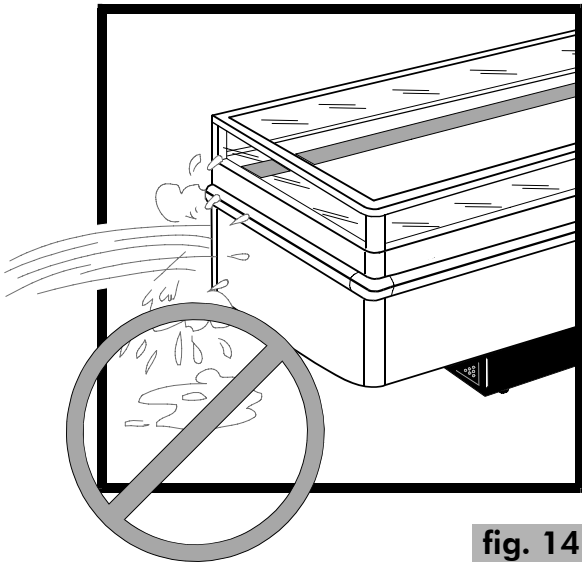

fig. 14
Non utilizzate mai getti d'acqua diretti o indiretti sul mobile (fig. 14). Non toccare l'apparecchio con mani e piedi bagnati o umidi, non usare l'apparecchio a piedi nudi (fig. 15).
1) Pulire con cadenza settimanale tutte le parti esterne del mobile utilizzando esclusivamente acqua tiepida e sapone o detergente neutro di uso domestico diluito in acqua. Asciugare il tutto con cura servendosi di uno straccio morbido. Non utilizzare assolutamente prodotti infiammabili o abrasivi. NON USARE MAI GETTI D'ACQUA PER LA PULIZIA DEL MOBILE (fig. 14).